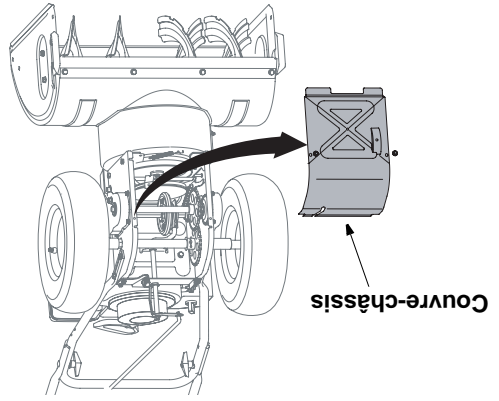

Figure 24
- Basculez la souffeuse vers l'avant pour la faire reposer sur l'habitacle. Enlevez les deux vis auto-taranduses du couvre-châssis sous la souffeuse et écarter-le. Voir la Figure 24.
- Basculez la souffléuse vers l'avant pour la faire reposer sur l'habitacle. Enlevez les deux vis auto-tarandouses du couvre-châssis sous la souffléuse et écarterz celui-ci. Voir la Figure 24. Faites faire un demi-tour à la vis à épaulement et dégagez-la du support de montage. Voir la Figure 24.